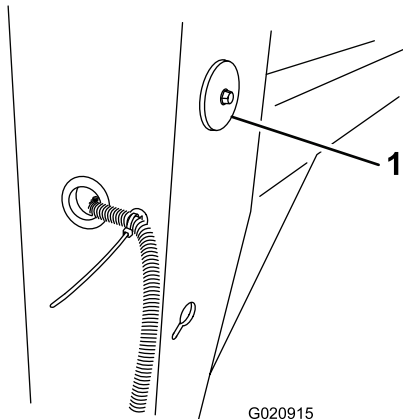

Figura 15
1. Alinee el taladro de un reflector con el taladro de un lado de la pata delantera de la máquina (Figura 15).